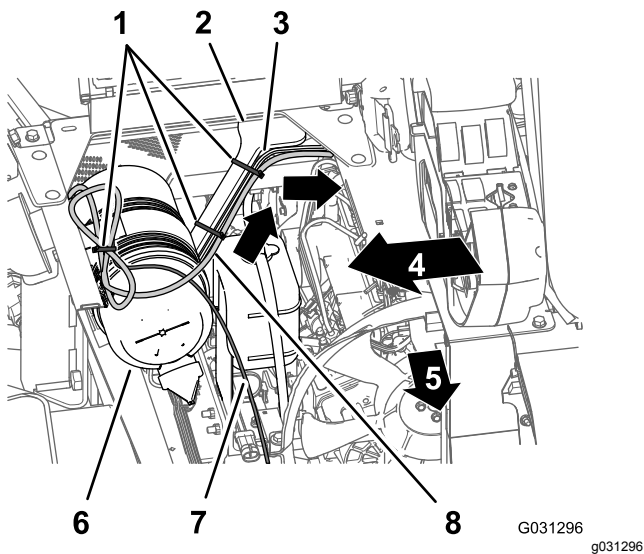

Рисунок 170
- Проложите ответвление длиной 220 см жгута электропроводов навигационной системы через угловую часть опоры сиденья и вниз вдоль левой опоры кожуха двигателя (Рисунок 170).
2. Прикрепите жгут проводов к опоре кожуха двигателя с помощью кабельных стяжек (Рисунок 170).